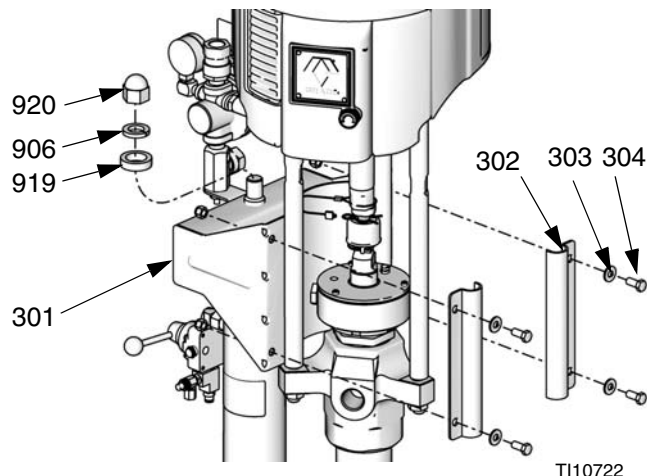

FIG. 36 : Matériel de montage de S20
2. Dévissez l'écrou borgne (920), la rondelle (906) et l'entretoise (919). Retirez le support de pompe (301) et le matériel qui y est rattaché. FIG. 36.
2. Dévissez l'écrou borgne (920), la rondelle (906) et l'entretoise (919). Retirez le support de pompe (301) et le matériel qui y est rattaché. Consultez la FIG. 36.
11. Installez le boîtier de guide de tige (931b) sur la tige de piston (931c) et vissez sur le chapeau du cylindre (915).
12. Réinstallez le support de pompe (301) et le matériel de fixation. Consultez la FIG. 36.